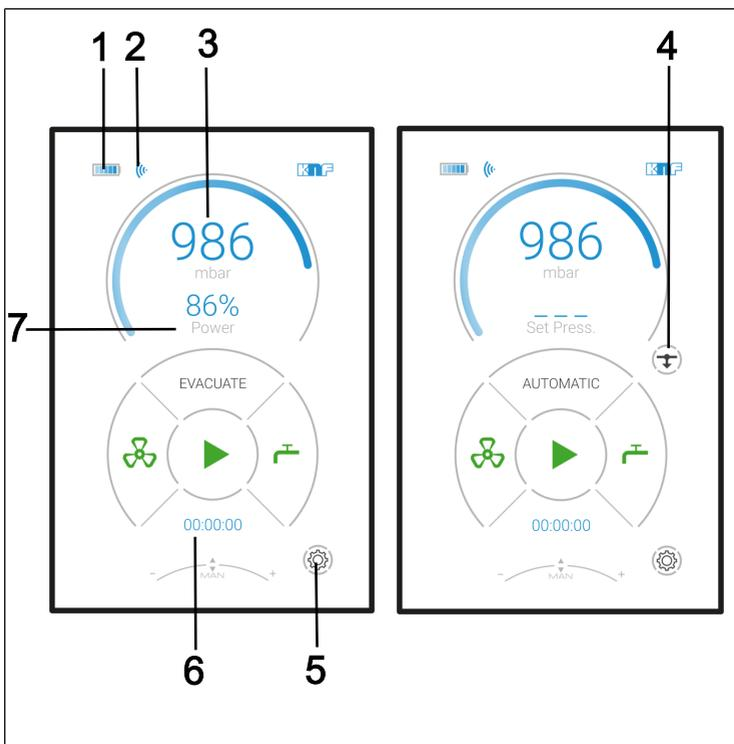

图6：触摸屏上的显示
- 显示最重要的程序变量（图 6）；
请打开设置（图 6/5）来切换菜单语言。
- 要结束“临时压力控制”，必须按符号（图 6/4）终止该程序。
如果在自动运行模式下检测到沸点，则程序将保持在检测到的沸点（实际压力）并切换到临时压力控制模式。如果降压（图 6/4）处于未激活状态，控制系统将永久保持在检测到的沸点。如果降压（图 6/4）处于激活状态，则在大约30秒后尝试达到下一个沸点。降压激活时，该程序会一直重复（参见图 12）。
如果随后再次激活自动降压（图 6/4），箭头将在大约25秒后重新出现在显示屏上。